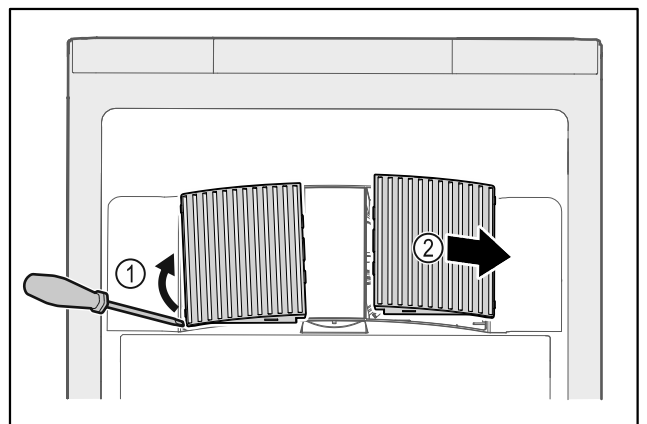

Fig. 148
- ▶ Внимателно повдигнете капаците на вентилаторите от страни Fig. 148 (1) и ги свалете напред Fig. 148 (2).